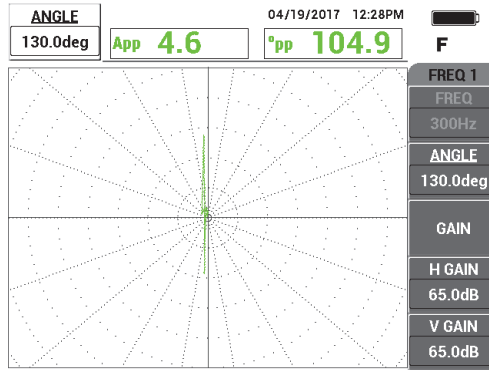

図 5-226 信号位相の調整
3. 位相キーを押し ()、ホールの信号が垂直になるように信号を回転させます (291 ページの図 5-226 参照)。